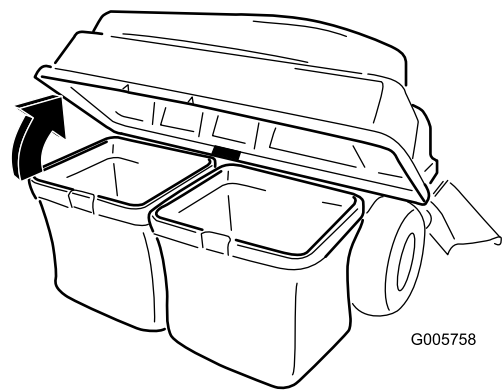

Bild 28
3. Heben Sie die Abdeckung des Heckfangsystems an (Bild 28).